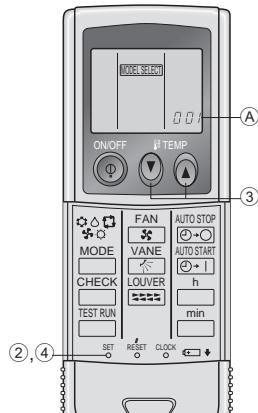

Fig. 6-3
- ① Закрепите держатель пульта дистанционного управления в выбранном Вами месте с помощью двух самонарезающих винтов.
- ② Вставьте низ пульта в держатель.
3) Настройка (Fig. 6-3)
- ① Вставьте батарейки.
- ② Нажмите кнопку SET остроконечным предметом.